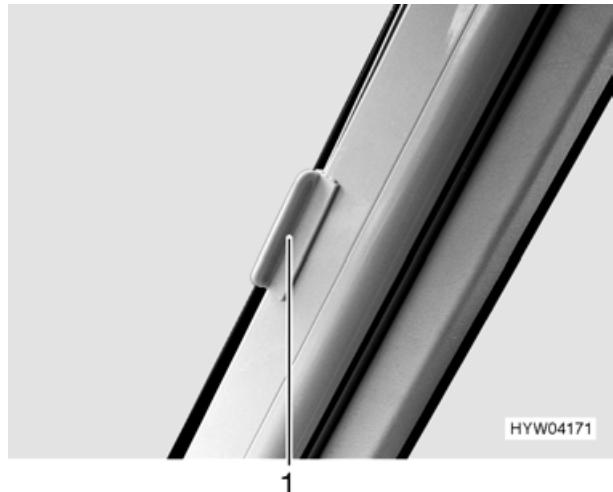

Bild 14 Zusatzverriegelung Faltverdunklungen Bug
- Während der Fahrt müssen die Faltverdunklungen für die Frontscheibe und die Fahrer-/Beifahrerfenster geöffnet, arretiert und mit der Zusatzverriegelung (Bild 14,1) gesichert sein.